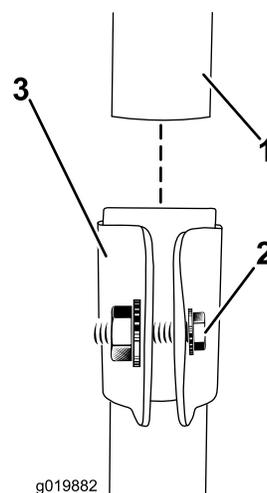

Figure 2
2. Glissez le montant supérieur dans le montant inférieur, en alignant les pattes du montant supérieur sur les pattes de réception du montant inférieur, et fixez-le avec la vis (Figure 2).